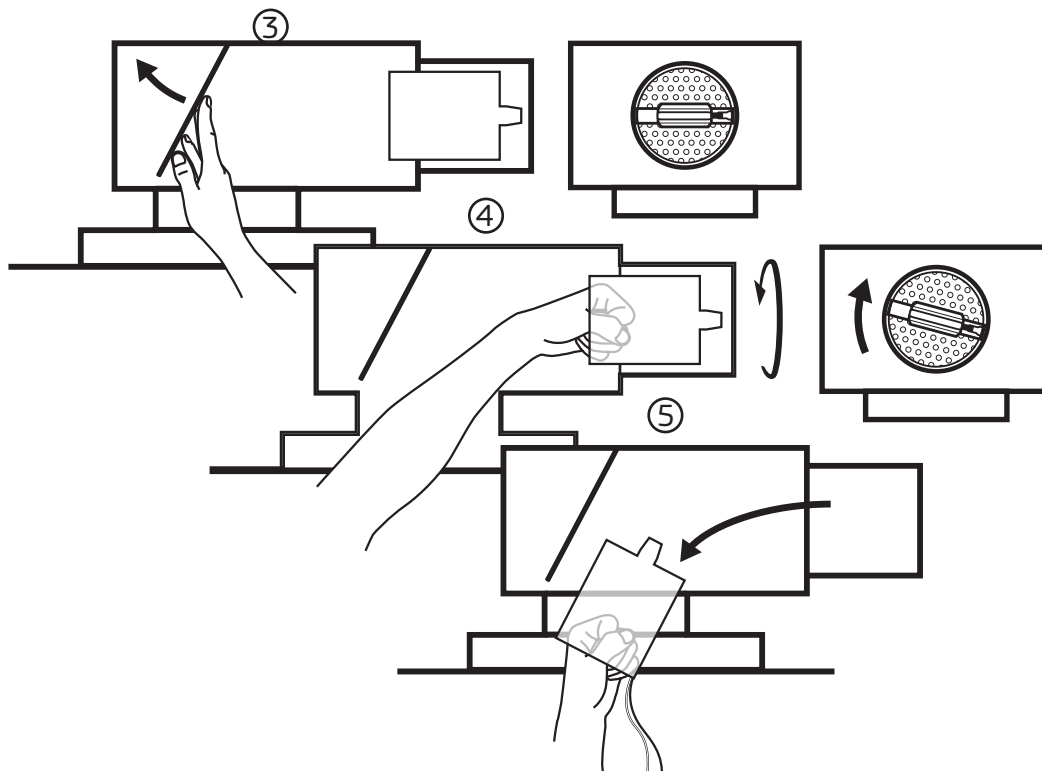

Bild 1. Demontering av uttagbart spjäll i tryckfördelningslåda TK.
- Se steg-för-steg förfarande i bild 1 för demontering i samband med rensning av trycklåda och kanalsystem.
- 3) Lossa fördelningsplåten genom att vrida låsmekanismen på varje sida av plåten och därefter fälla den åt sidan, bort från spjällinsatsen, se bild 1.